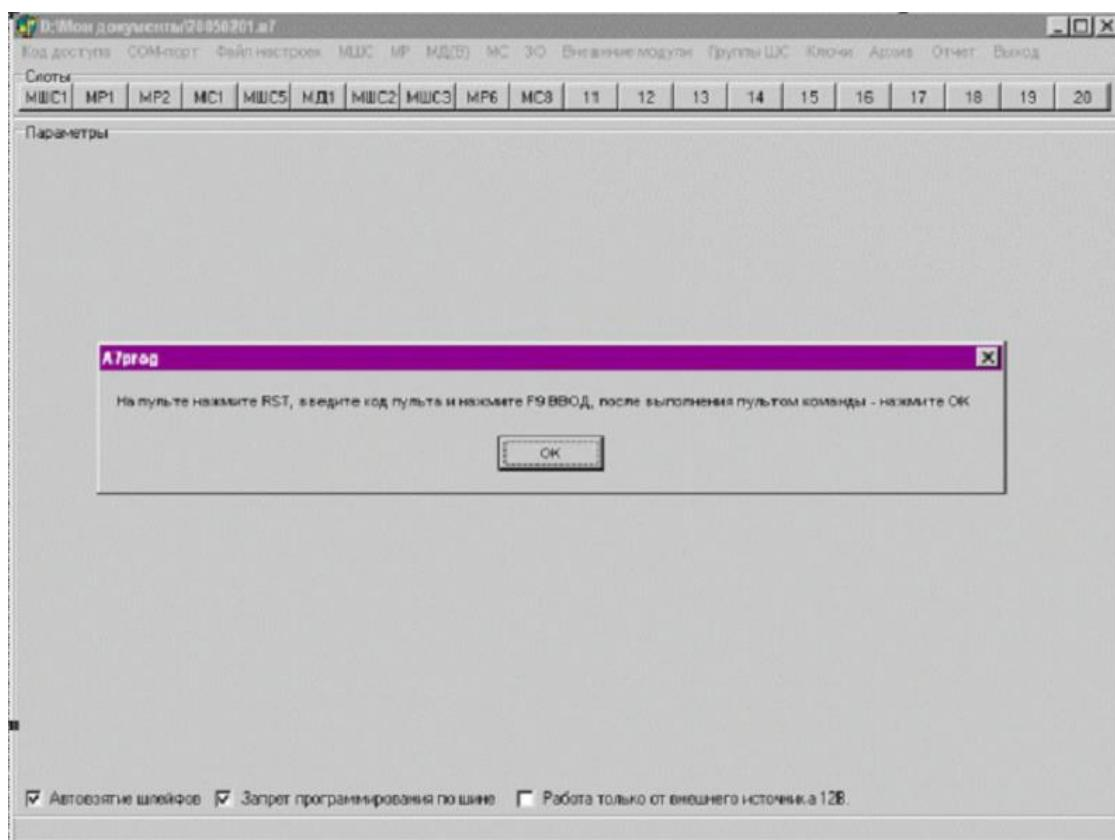

Рисунок 23
– **для ввода в прибор кодов ключей доступа электромонтеров и ГЗ** нажать кратковременно клавиши **F 9 ВВОД** пульта ввода. Индикатор **ГОТОВ** пульта ввода должен начать мигать, а через 6-7 с снова светиться непрерывно. После выполнения пультом ввода команды необходимо нажать кнопку «OK» появившегося в основном окне программы диалогового окна (рисунок 23);